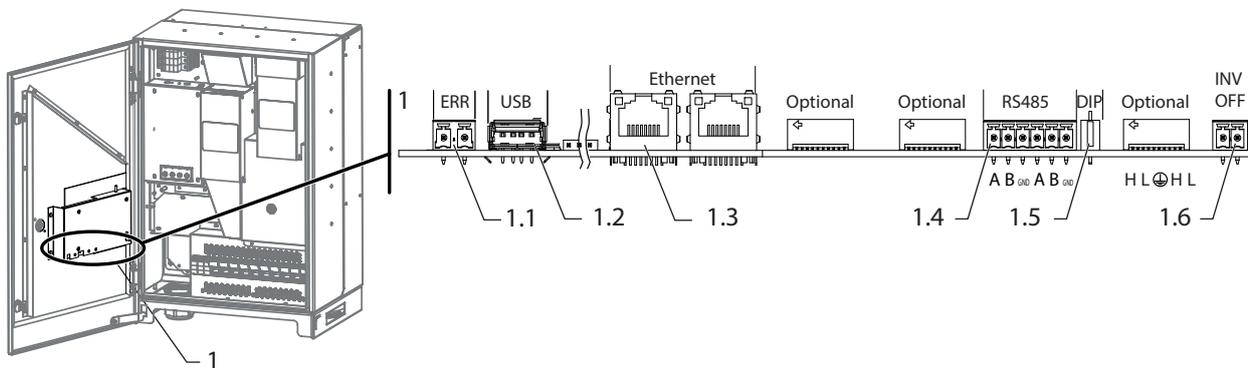

Bild 36: Kommunikationsplatine: Anschluss und Belegung der Schnittstellen
- 1. Anschlusskabel an die vorgesehenen Anschlussklemmen anschließen (Siehe Bild 36 auf Seite 27).
- ☞ Abschlusswiderstand nur an der Kommunikationsplatine des Endgerätes über den DIP-Schalter aktivieren. (Siehe Bild 36 auf Seite 27)